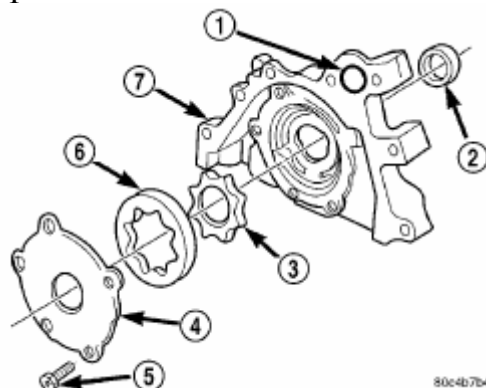

Рис. 89. Масляный насос.
- (2) Снять крепление крышки масляного насоса и поднять крышку (Рис.89).
- (3) Снять роторы насоса (Рис. 89).
- (4) Промыть все детали в подходящем растворителе и тщательно проверить отсутствие повреждений или износа.